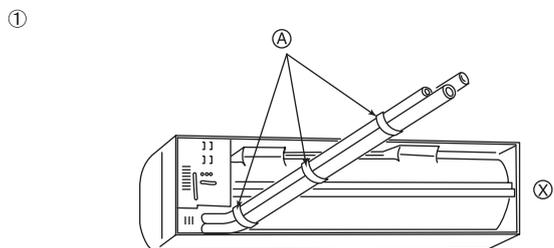
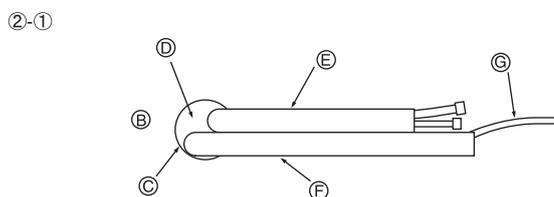

Fig. 3-4
Fig. 3-5
- ① 将螺旋拧入孔洞中
- ② 通过从线的位置悬挂一个重锤和使线与标记对齐，可以很容易地找到水平。
① 背面的右下管道敷设 (Fig. 3-4)
- ② 左面和左后管道敷设
②-① 先将左后管道穿越墙孔以检定管道的正确长度，然后将管道摺曲。室内机组必须固定在墙壁固定装置上。(Fig. 3-5)